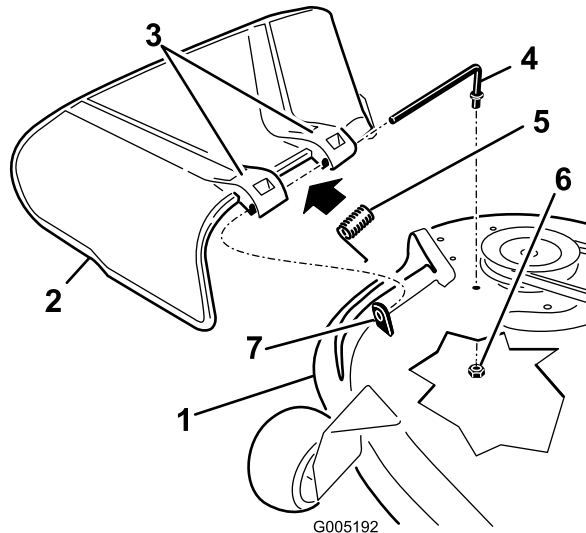

Рисунок 76
- Отверните гайку ($\frac{3}{8}$ дюйма) со стержня из-под нижней части газонокосилки (Рисунок 76).
- Выдвиньте стержень из короткой проушины, пружины и отражателя травы (Рисунок 76).
4. Замените отражатель травы (Рисунок 76).
7. Проденьте стержень через второй кронштейн отражателя травы (Рисунок 76).
9. Прикрепите задний конец стержня к газонокосилке с помощью гайки ($\frac{3}{8}$ дюйма), как показано на Рисунок 76.